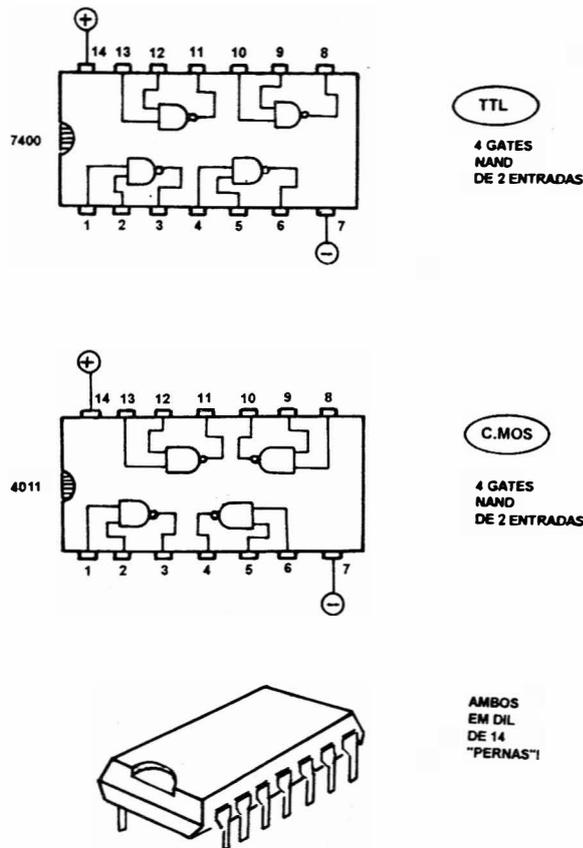

FIG. 19
- FIG. 19 - A REPRESENTAÇÃO ESQUEMÁTICA, A APARÊNCIA, A PINAGEM E O CONTEÚDO DOS INTEGRADOS DIGITAIS MAIS COMUNS... - Nos esquemas de circui-
- A posição ou "número" dos pinos correspondentes às ligações da **alimentação**. Embora nos dois exemplos mostrados na fig. 19, o **positivo** esteja no pino 14 e o **negativo** no pino 7, tais "localizações" não são "universais"... Mesmo porque existem, nas duas famílias, Integrados com 16 "pernas" ou mais (no caso dos exemplos, ambos coincidentemente têm 14 pinos...).
indicada junto ao diagrama de todo o **chip**, quando desenhado "em bloco" (como na fig. 19...).
- Outra coisa: embora nos diagramas da fig. 19 os pinos de alimentação sejam mostrados **sem** conexões aparentes internas, na verdade **todos** os *gates* existentes **dentro** de ambos os exemplos (e, obviamente, em todo e qualquer Integrado digital...) recebem simultaneamente a dita alimentação, necessária ao seu funcionamento...!